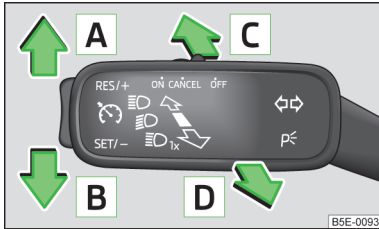

Fig. 29
- Tirez la manette des clignotants et des phares en direction du volant et poussez-la simultanément vers le bas » fig. 29 à la page 52.
- Tirez la manette des clignotants et des feux de route en direction du volant et poussez-la simultanément vers le haut » fig. 29 à la page 52.
La manette de commande permet de piloter les fonctions suivantes » fig. 29.